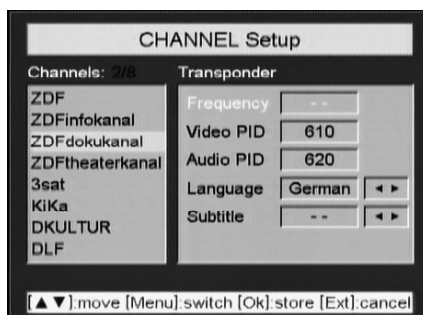

Bild 14, CHANNEL Setup-Fenster (Slave)
4. Taste **OK** drücken. Das Slave-Modul scannt die eingehenden Signale und erstellt eine Programmliste (Bild 14).